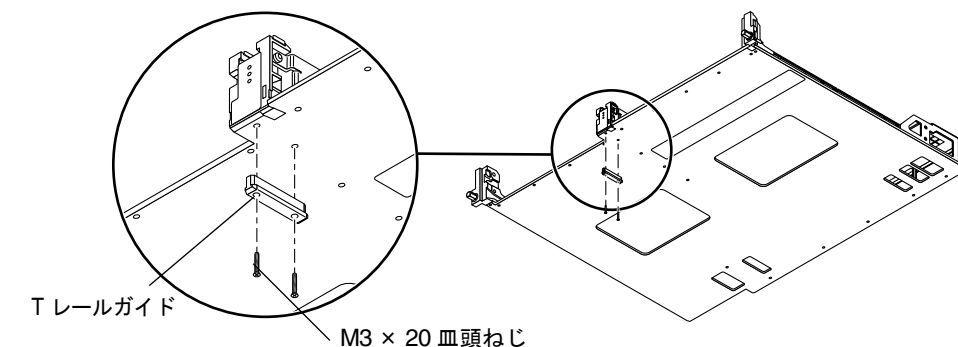

図 1 T レールガイドの取り外し
3. 新しいキャリアプレートの、T レールガイドをセンターガイド留め具に固定している 2 本の M3×20 皿頭ねじを外します。T レールガイドおよびねじは廃棄します。詳細は、図 1 を参照してください。これらの部品は、この構成には必要ありません。
3. 新しいキャリアプレートの、T レールガイドをセンターガイド留め具に固定している 2 本の M3×20 皿頭ねじを外します。T レールガイドおよびねじは廃棄します。これらの部品は、この構成には必要ありません。詳細は、図 1 を参照してください。